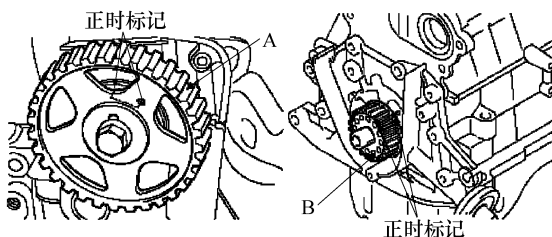

图 8-41 将 1 缸活塞置于压缩行程 TDC 位置
② 安装发动机盖支架(1.6L CVVT 机型)。
③ 将曲轴箱强制通风装置(PCV)软管和通气软管安装到气缸盖罩上。
④ 安装点火线圈。
4) 将 1 缸活塞置于压缩行程上止点，对齐凸轮轴正时齿轮(A)和曲轴正时齿轮(B)的正时标记，如图 8-41 所示。